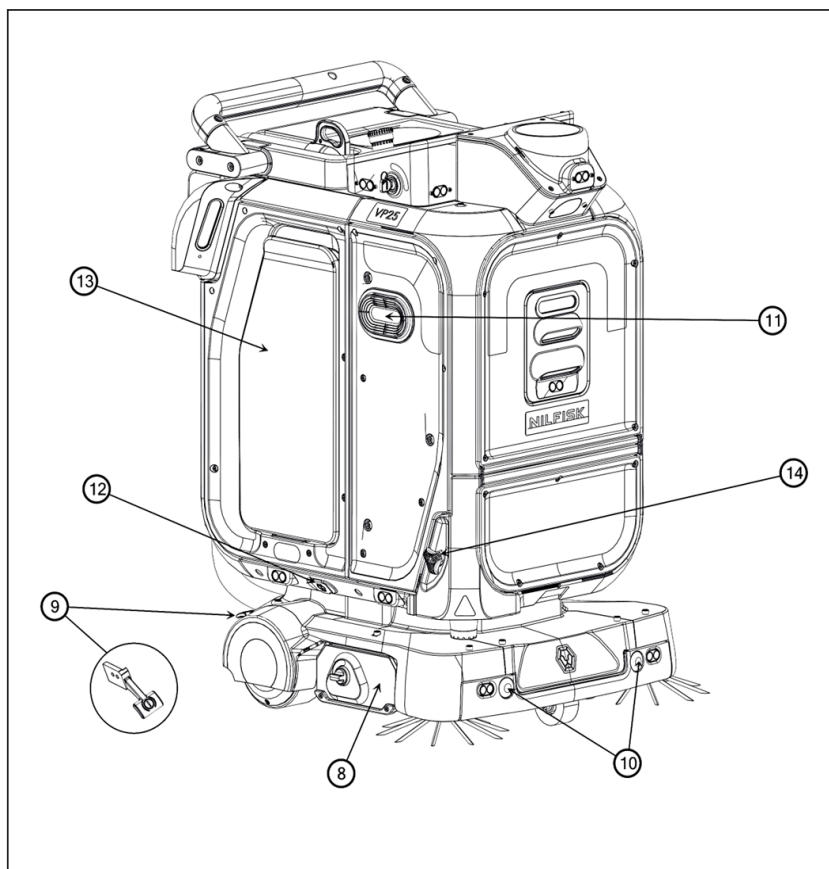

Figure 2
1. Ouvrez les boutons du panneau avant (14) (Fig. 2).
1. Désengagez (soulevez) les leviers de sécurité (9) (Fig. 2).
5. Assurez-vous que la trappe du réservoir (13) (Fig. 2) est fermée.